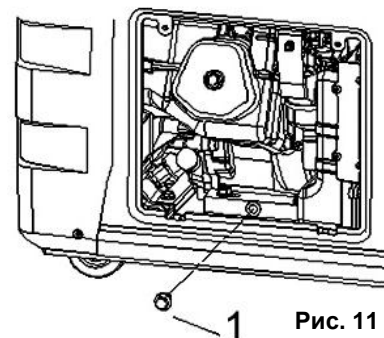

Рис. 11
- Очистите поверхность около сливной пробки (1) (См. Рис.11).
- Открутите сливную пробку (1) (См. Рис.11) и слейте масло. Закрутите пробку обратно.